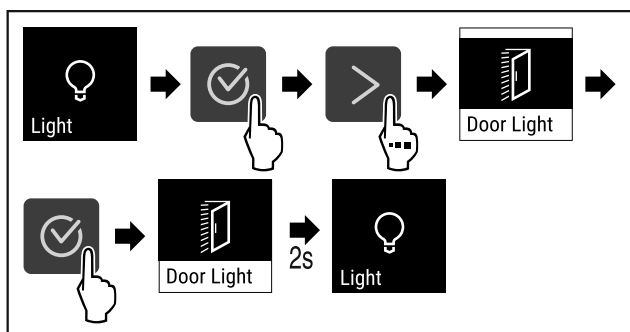

Fig. 70
► Stappen (zie Fig. 70) uitvoeren.